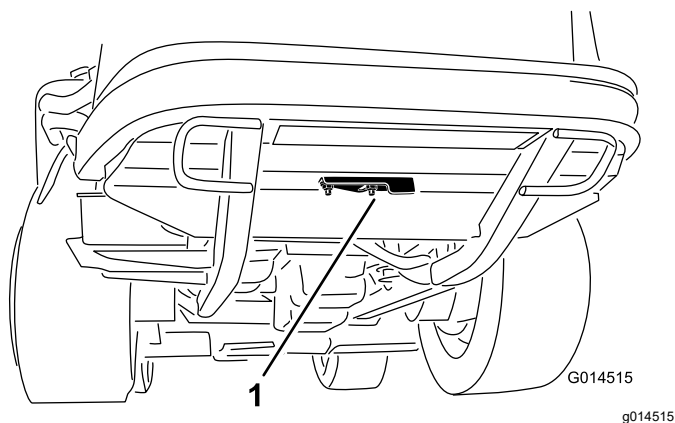

図 83
- クリーンアウトカバーを後フレームの下側に固定しているフランジナットをゆるめる(図 83)。カバーをめくると、フレームのクリーンアウトホール清掃穴が露出する。